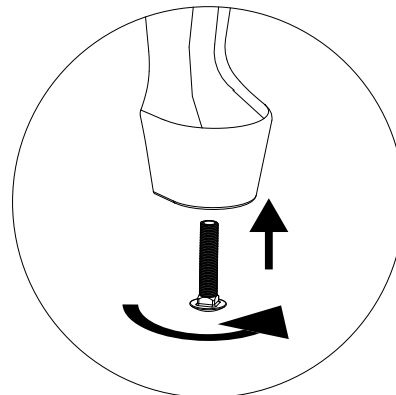

Figure 21.3
7. Utilisez les boulons de mise à niveau des pieds pour stabiliser et mettre le poêle à niveau (**Figure 21.3**).